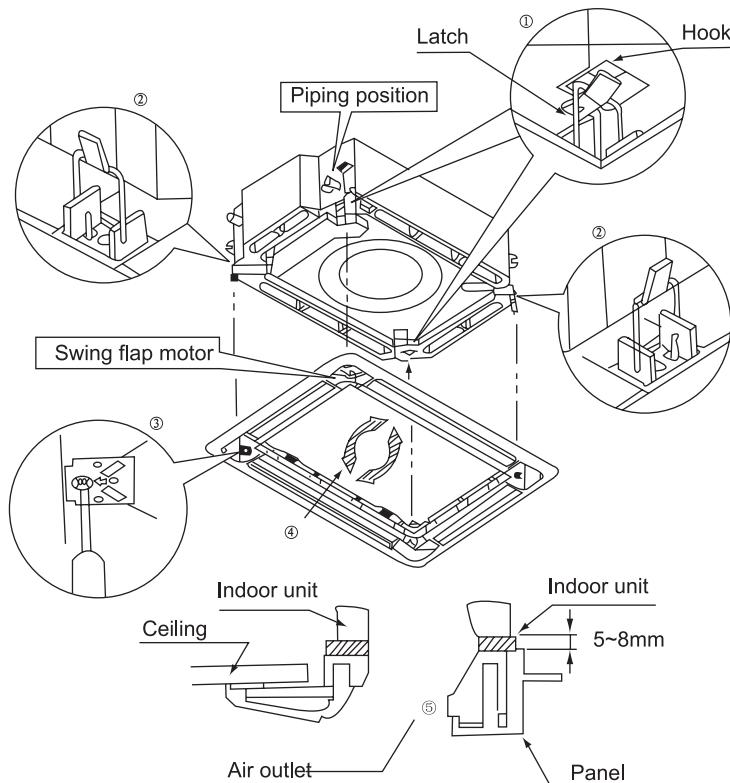

**Fig.23**
2. Com a grade totalmente aberta, remova a grade na direcção mostrada na Fig.23.